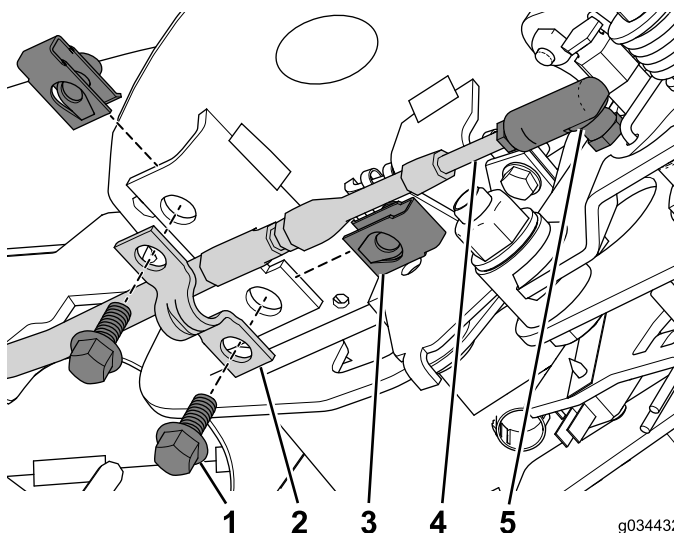

図 25
3. ニュートラルロックケーブルをケーブルコネクタに接続する 図 25。
4. リテーナナットを、コンソールアセンブリに取り付ける 図 25。
5. ケーブルクランプで、ケーブルをコンソールアセンブリに固定するボルト1/4 x 5/8 インチ2本を使う 図 25。